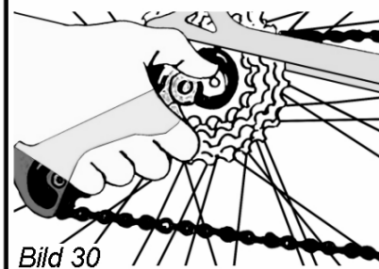

Bild 30
- Beim Hinterrad hierzu das Schaltwerk nach hinten schwenken und das Ritzel aus dem Ketteneingriff befreien, **Bild 30**.